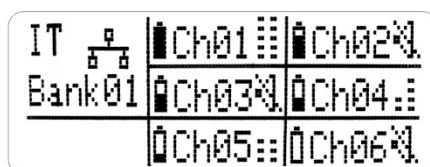

Figura 4.1
- 4 Verificare che il display dell'HUB800 sia acceso sulla schermata indicata in figura 4.1. Quindi iniziare la procedura di autosetup premendo prima il tasto "Down", e premendo poi la manopola "Select" come mostrato dalla fig 4.2. Verificare dal display che la schermata di fig. 4.3 confermi l'avvio della procedura. Fare riferimento al manuali dell'HUB800 per ogni ulteriore approfondimento.